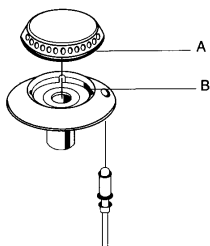

Fig. 24
Les différentes parties du brûleur (fig. 24), le support (B) en aluminium et la tête de brûleur (A) peuvent être nettoyés en les faisant tremper dans une solution d'eau chaude et de détergent liquide non corrosif; Après le trempage, bien les rincer et les essuyer soigneusement.